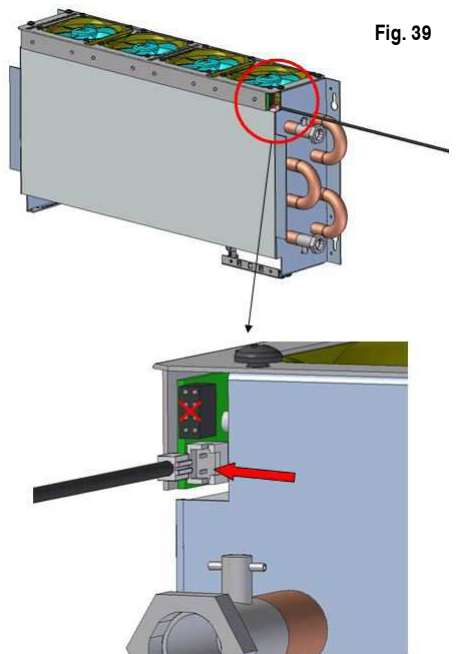

Fig. 39
5. Conecte el cable de alimentación del KIT HE de ventiladores. (fig 39).